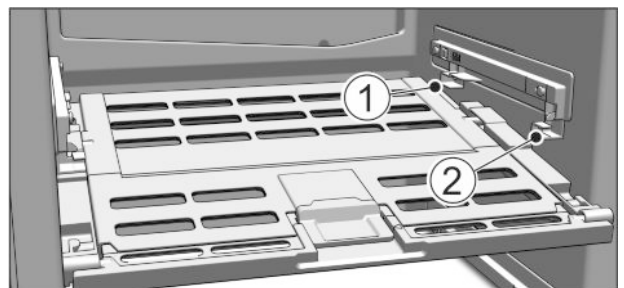

Fig. 10
► Deckel Fruit & Vegetable-Safe einsetzen: Deckelstege von unten in die hintere Halterung Fig. 10 (1) einführen und vorne in die Halterung Fig. 10 (2) einrasten.